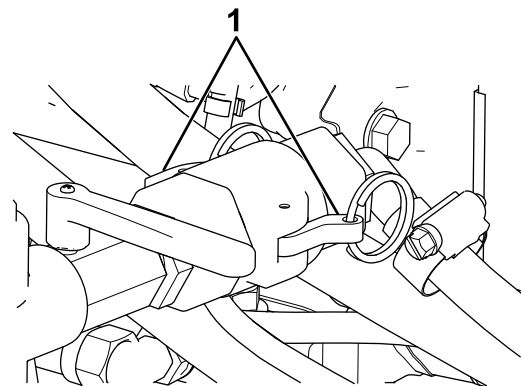

Figura 16
- Conecte la manguera a la válvula de la bomba y tire de los brazos hacia atrás para sujetarla (**Figura 16**).